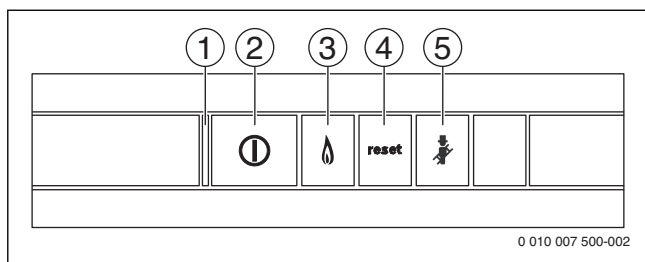

Fig. 4 Touches de réglage
- ▶ Démarrer l'appareil avec l'interrupteur marche/arrêt (→ fig. 4).